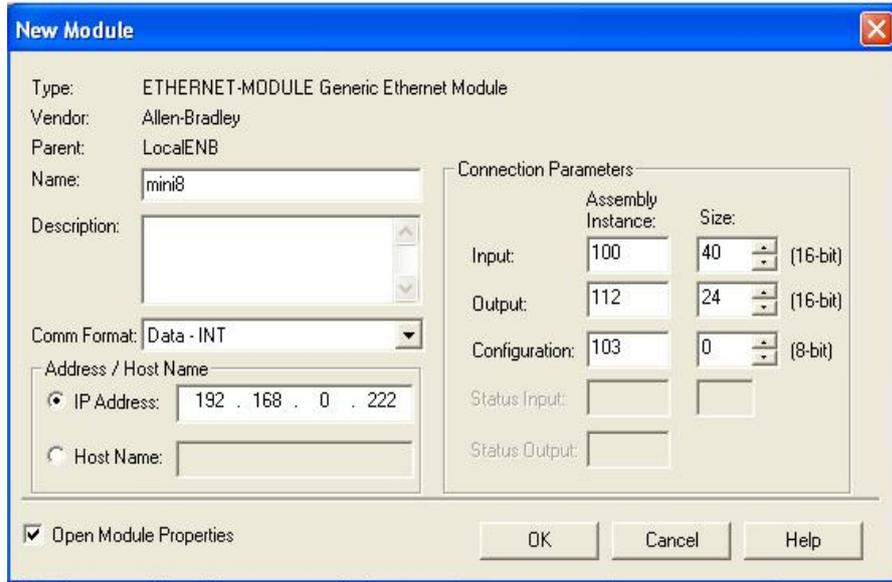

Abbildung 11-12: New Module
4. Geben Sie in der erscheinenden „New Module“ Seite (Abbildung 11-12) einen Namen für das Modul ein und stellen Sie die Werte für die „Connection Parameters“ ein:
6. Stellen Sie sicher, dass die Größen der Ein- und Ausgänge des Ethernet Moduls exakt den Ein- und Ausgangsdefinitionen entspricht (siehe Abbildung 11-12 New Module).
7. Versichern Sie sich, dass alle „Assembly Instance“ Werte vom Mini8 Regler unterstützt werden (siehe Abbildung 11-12 New Module).